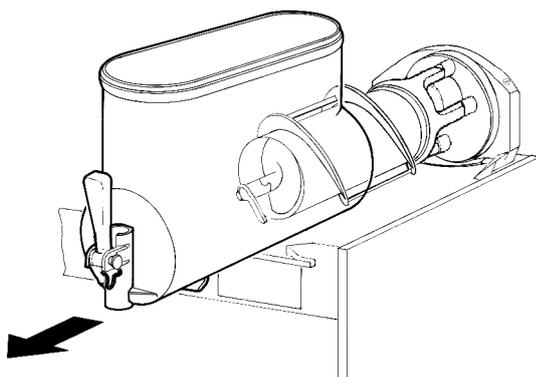

**figure 5**
- 2** Démontez le réservoir en poussant légèrement sa partie inférieure (côté robinet) vers le haut pour en libérer les crochets inférieurs (voir figure 5) et en le faisant ensuite glisser par